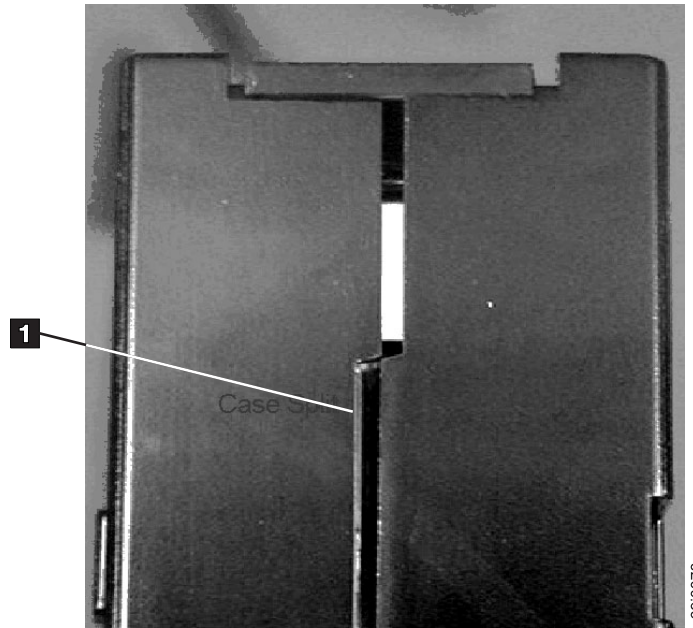
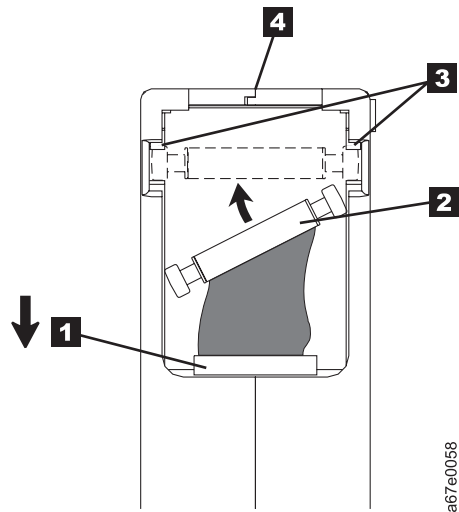

Figura 8-7. Comprobación de huecos en las juntas de un cartucho
Figura 8-9. Colocación del eje de guía desencajado en su posición correcta. La puerta abierta del cartucho muestra el eje de guía.
- Inspeccione la parte posterior del cartucho (la parte que se carga en primer lugar en el compartimento de carga de cintas) y asegúrese de que no haya huecos en las juntas de la caja del cartucho (**1** en la Figura 8-7 en la página 8-12 y **4** en la Figura 8-9 en la página 8-14). Si hay huecos en las juntas (consulte la Figura 8-7 en la página 8-12), es posible que el eje de guía esté desencajado. Consulte el apartado “Colocación correcta o reacoplamiento de un eje de guía” en la página 8-13.
1. Deslice la puerta del cartucho para abrirla (**1** de la Figura 8-9) y localice el eje de guía (**2** de la Figura 8-9). Es posible que deba agitar suavemente el cartucho para que el eje ruede hasta la puerta.
2. Con las pinzas de plástico o con filo romo, sujete el eje de guía y colóquelo en las patillas de los muelles de sujeción (**3** de la Figura 8-9). **Preste atención y no toque la cinta.**